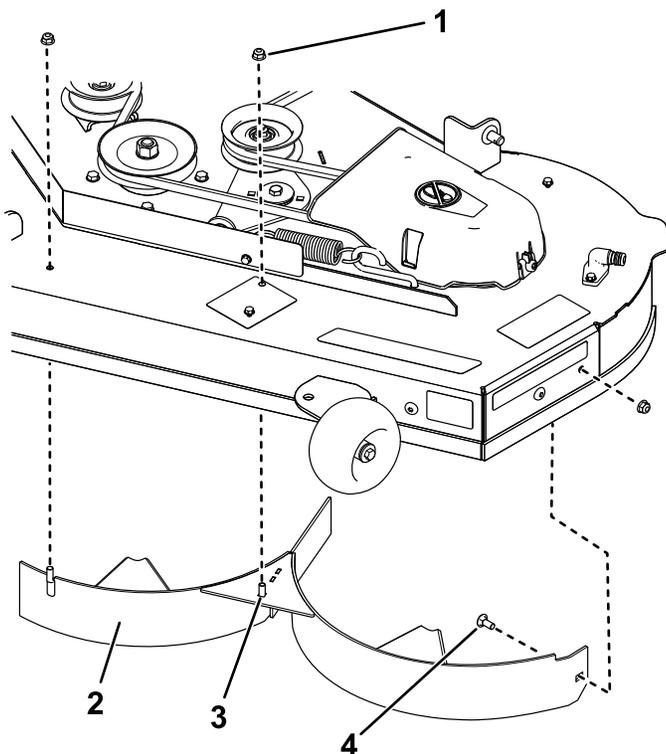

Рисунок 14
7. Отверните 2 контргайки (5/16 дюйма) с приваренных стержней на левом дефлекторе (Рисунок 14).
8. Отверните каретный болт и контргайку, которые крепят левый дефлектор к деке, и снимите дефлектор (Рисунок 14).
9. Найдите 2 болта в наборе отдельных деталей и используйте имеющиеся контргайки, чтобы установить крепежные детали в отверстия деки газонокосилки, показанные на Рисунок 14, для предотвращения выброса мусора.